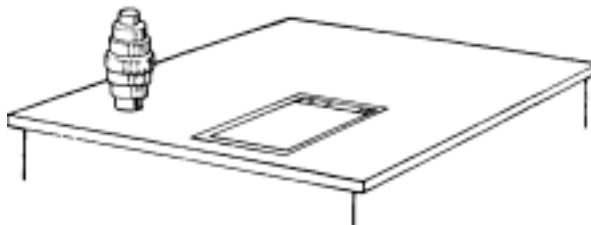

Fig.2
- b. Apoie o padrão sobre a mesa, com a face numerada para baixo ao lado esquerdo da folha de tarefa (fig.2).